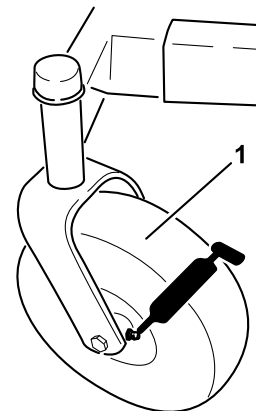
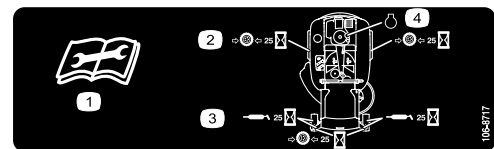

Figure 24
Figure 25
3. Nettoyez les graisseurs (Figure 24 et Figure 25) à l'aide d'un chiffon. Grattez la peinture qui pourrait se trouver sur les graisseurs.
4. Raccordez une pompe à graisse à chaque graisseur (Figure 24 et Figure 25). Injectez de la graisse dans les graisseurs jusqu'à ce qu'elle commence à sortir des roulements.